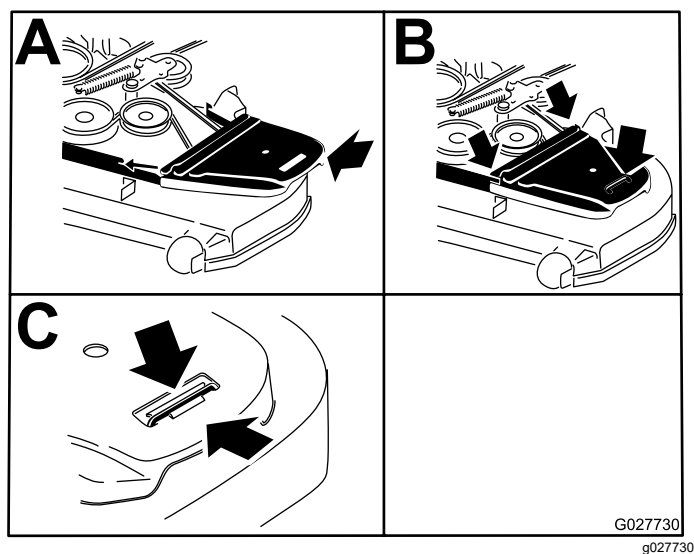

Рисунок 61
15. Установите крышки ремней (Рисунок 61).